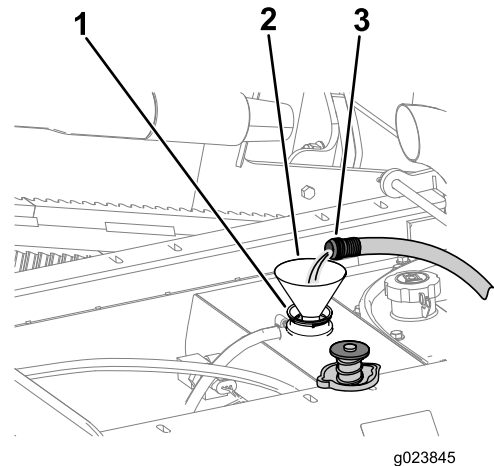

Bild 110
- B. Füllen Sie den Kühler mit sauberem Wasser (Bild 110).